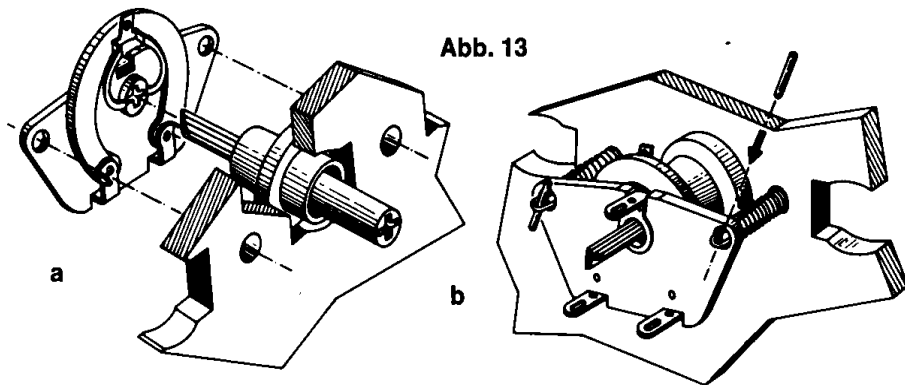

Abb. 13
Stecke zwei Haarnadelfedern (20) von außen durch die Vorderplatte und schiebe von innen zwei Klemmfedern (21) darüber. Auf das Trimm-Potentiometer steckst du erst die Verlängerungsachse (42), dann schiebst du es mit den Befestigungslöchern über die beiden Federn und setzt es mit zwei Drahtstücken fest (Abb. 13 a und b). Die drei Anschlußdrähte werden mit Spiralfedern (22) an den Ösen befestigt.